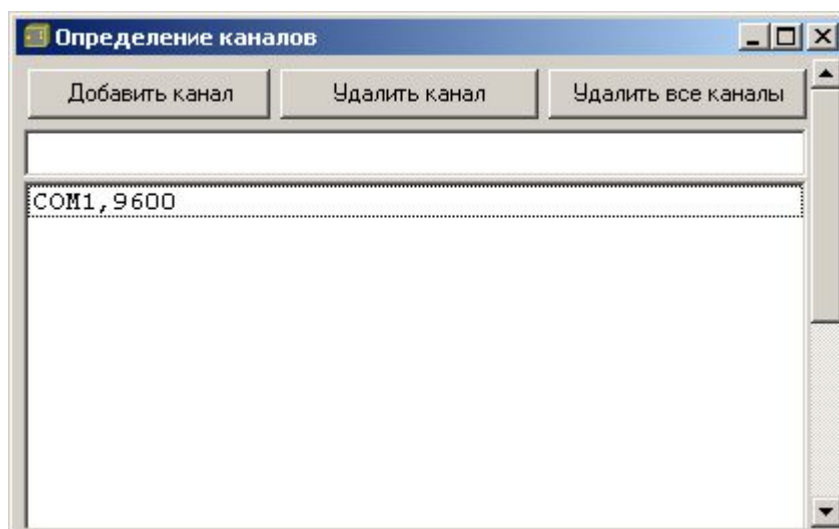

Рис. 4
Чтобы определить каналы, на которых работают контроллеры, следует выбрать на панели (1) кнопку “Определить каналы”. При этом на экране появится окно под названием “Определение каналов” (см. Рис. 4).